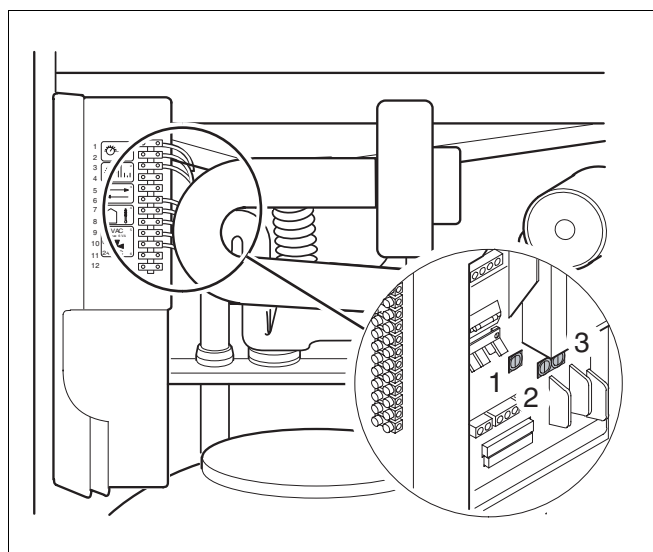

Abb. 12 Sicherungen prüfen
- Sicherung auf Durchgang prüfen oder Sichtkontrolle (Abb. 12, Pos. 1, 2 und 3). Wenn defekt, durch eine Neue 1,25 AT ersetzen.